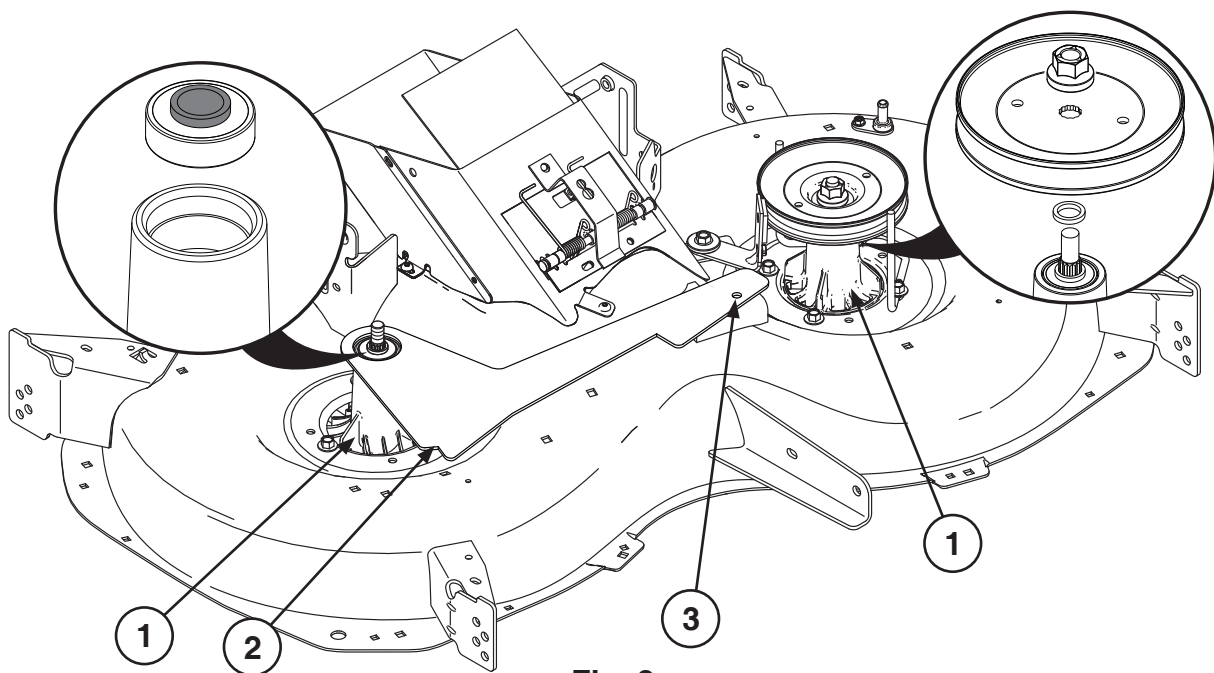

Fig. 2
- ⒶPL 3. Zamontować nowe trzpienie (1) po lewej (P/N 587253301) i prawej stronie (P/N 128774, 165482X900, 585323901) (rys. 2).
- ⒸZ 4. Zarovnejte šablonu (2), aby byla vystředěná na pravém trnu a v otvoru stacionární kladky napínače řemenu na držáku (3) (obr. 2).
- ⒽR 4. Poravnajte šablonu (2) sa središtem desne vretenaste osovine i otvorom statične remenice praznog hoda na nosaču (3) (sl. 2).
- ⒶSI 4. Poravnajte predlogo (2) tako, da bo usrediščena na osniku RH in na odprtini za stacionarno napenjalno jermeno na ročajju (3) (Slika 2).
- ⒶPL 4. Wyrównać szablon (2) z prawym trzpieniem oraz otworem stałego koła pasowego biernego na wsporniku (3) (rys. 2)
- ⒶSK 4. Zarovnajtie šablónu (2) vycentrovanú na pravom trni a v otvore stacionárnej napínacej kladky s podperou (3) (obr. 2).
- ⒶHU 4. Igazítsa a sablont (2) a jobb oldali féltengely közepére és a szorítóbilincsen (3) található álló feszítőtárcsa furatára (2. ábra).
- Ⓒ 5. Zašroubujte šablonu do držáku stacionární kladky napínače řemenu (1) (obr. 3).